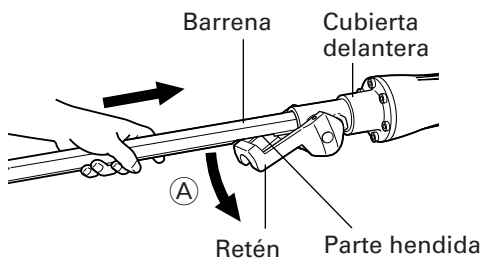

Fig. 5
(1) Limpie, y después unte la parte del vástago del accesorio con grasa o aceite de máquina.
(2) Mueva el retén hasta la posición de apertura (A). Alinee el vástago de forma que la parte hendida quede debajo de la abrazadera y asiente el accesorio, tal como una barreta de punta, una cortadora, etc., en el orificio hexagonal de la cubierta frontal (consulte la Fig. 5).